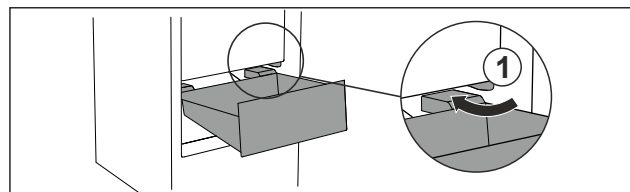

Fig. 26
- ▶ Обойдите стопор Fig. 26 (1) выдвижного ящика под наклоном.